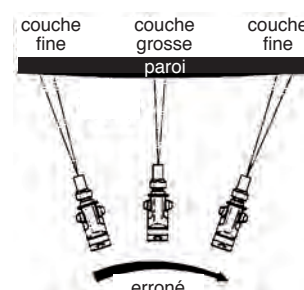

Fig. 47
- Veillez à ce que la vitesse soit régulière et guidez le pistolet de pulvérisation parallèlement à la surface de revêtement. Si vous agitez le pistolet de pulvérisation, le revêtement sera irrégulier, (voir Fig. 47).